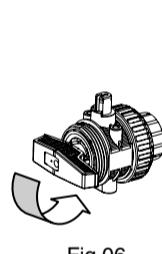

Fig.06
Smontare i dati (3) della valvola ed estrarli. Introdurre la maniglia nella scanalatura che monta il portaguardini (12) e girare la chiave in senso anti orario per avvitare e al contrario (senso orario) per svitare. Fig.06.